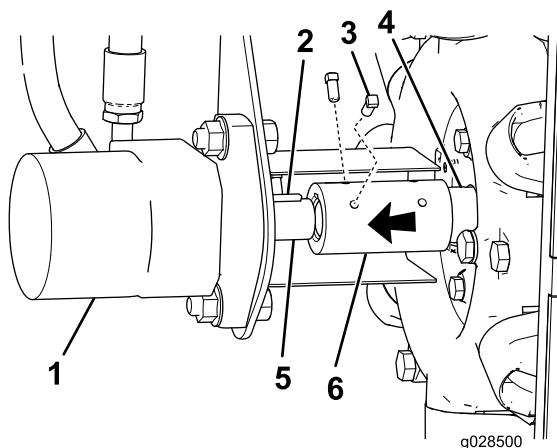

Рисунок 7
2. Вставьте сегментную шпонку в шпоночный паз вала гидромотора (Рисунок 7).
3. Совместите паз муфты вала с сегментной шпонкой и наденьте муфту на вал гидромотора (Рисунок 7).
4. Совместите паз в открытом конце муфты вала с сегментной шпонкой вала насоса опрыскивателя (Рисунок 7).
**Примечание:** Убедитесь, что в шпоночный паз вала насоса опрыскивателя вставлена сегментная шпонка (Рисунок 7).
5. Установите муфту так, чтобы она перекрывала одинаковые расстояния на концах валов гидромотора и насоса (Рисунок 7).
6. Нанесите стопорящий состав для резьбы средней степени фиксации на резьбовые поверхности четырех винтов с квадратными головками и зафиксируйте муфту на обоих валах винтами (Рисунок 7).